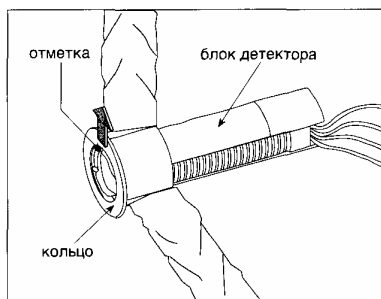

Рисунок 1. Установка с кольцом, модели 007.1, 007.2
2. Держите блок детектора с боковых сторон Аккуратно установите кольцо на детектор и отрегулируйте его положение так, чтобы передняя часть детектора и кольцо находились на одной линии (Рисунок 1).
5. Установите детектор так, чтобы отметка на его передней части находилась сверху(Рисунок 1).